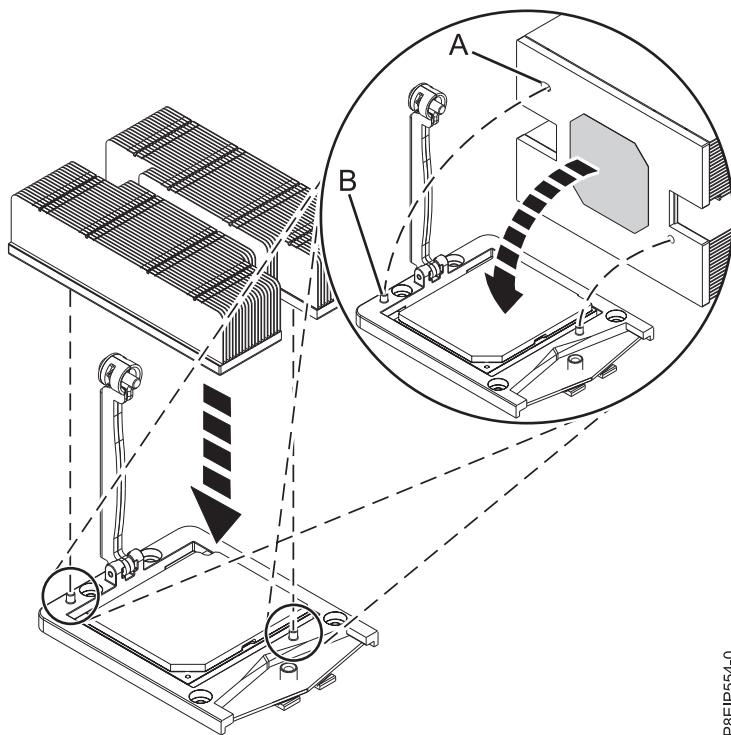

図 55. ヒート・シンクの取り付け
10. プロセッサー・ヒート・シンクをプロセッサーに移動します。ヒート・シンク (A) の穴がソケットの 2 つのガイド・ピン (B) の位置に合っていることを確認しながら、ヒート・シンクを慎重に下げてシステム・プロセッサー・モジュールに乗せます (図 55 を参照)。